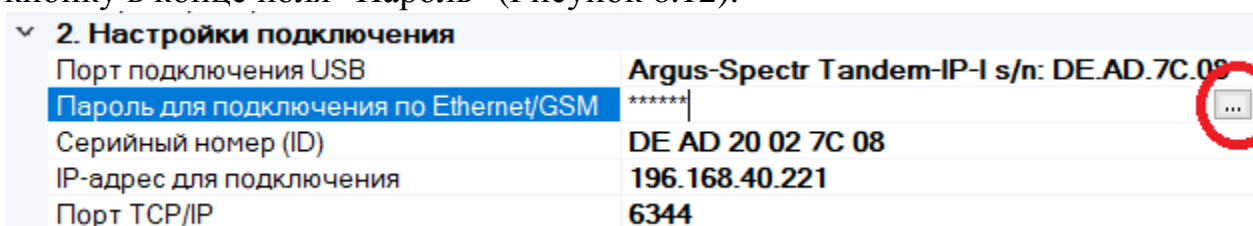

Рисунок 6.12
Пароль для подключения по Ethernet / GSM	***** – пароль для подключения через "Прямое соединение по IP" или "Соединение через облако" Изменение Пароля – см. Рисунок 6.12 – 6.13
- Изменение пароля. Чтобы задать пароль для подключения, нажмите на кнопку в конце поля "Пароль" (Рисунок 6.12).